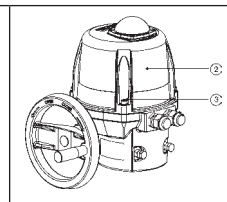

Fig. 13 : Démontage du capot
- Retirez le capot 2 en desserrant les quatre vis de fixation 3 (voir « Fig. 13 »).